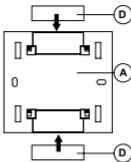

Fig 4.
Sie können die Sicherungsplatte A (Abb. 4) auch mit Hilfe der mitgelieferten Klebestreifen (D) auf einer glatten/flachen Oberfläche befestigen (keine metallartige Oberfläche!).